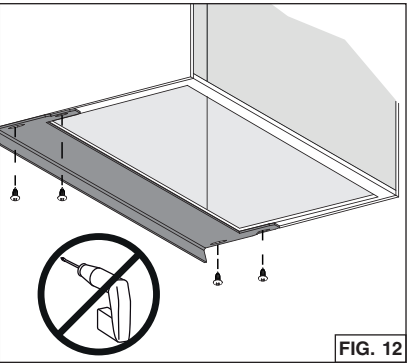

FIG. 12
7. Cintas protectoras, en 3 formatos diferentes, están incluidas con estos aparatos. Están diseñadas para gabinetes de hasta 13 pulg. de profundidad. Se ofrece un otro juego de 4 cintas protectoras para gabinetes de hasta 15 pulg. de profundidad (pedir HADTBN30). Elegir la cinta que puede cubrir el borde trasero del gabinete. Usar 4 tornillos para madera de cabeza redondeada n.º 6 x 1/2 pulg. (incluidos) para sujetarla (FIG. 12).